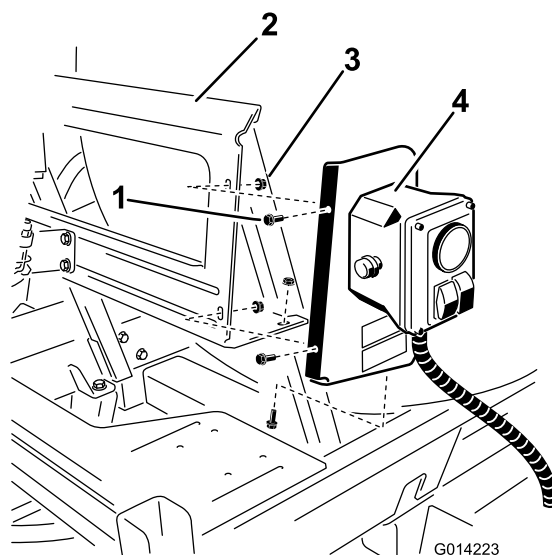

Figura 6
2. Instale o conjunto no suporte de montagem utilizando 3 parafusos (1/4 x 5/8 pol. e 3 porcas de bloqueio (1/4 polegada) como indicado em Figura 6.